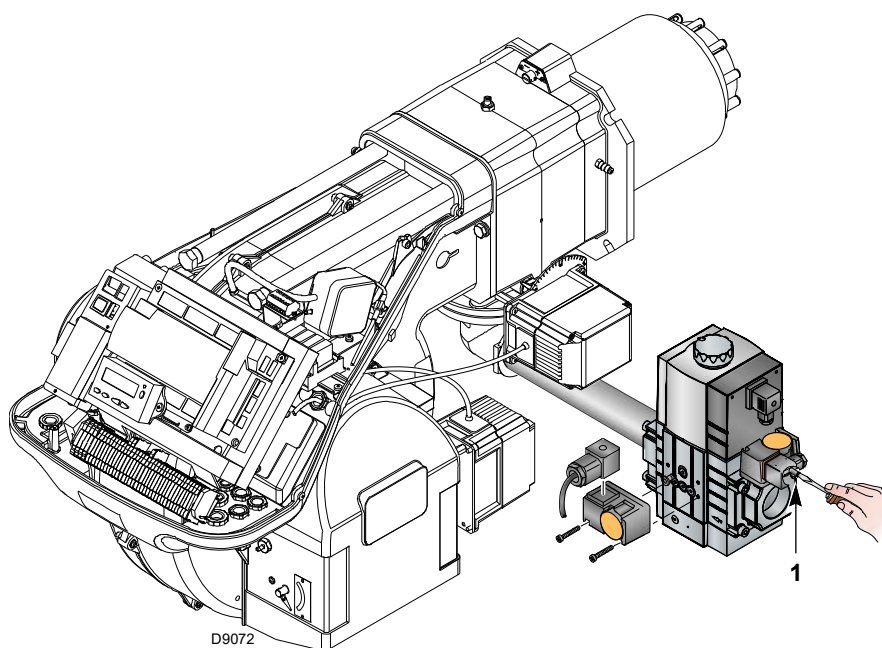

Рис. 26
- Проверьте давление подачи газа, подключив манометр к штуцеру для замера давления 1)(Рис. 26) реле минимального давления газа. Давление должно быть ниже максимально допустимого давления газа, указанного на заводской табличке.
- Выпустите воздух из труб газовой рампы, подсоединив пластмассовую трубку к штуцеру для замера давления 1)(Рис. 26) на реле минимального давления газа. Вывести наружу здания выпускную трубу, пока не появится запах газа.